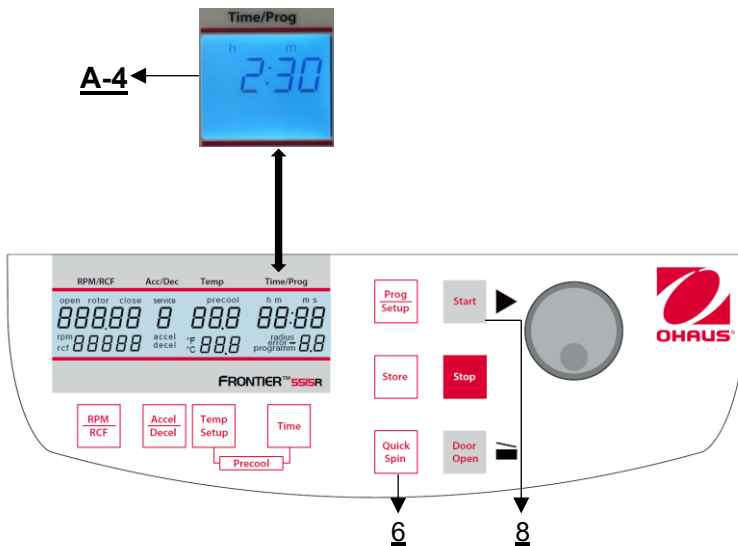

Figura 26
Puede poner en marcha la centrifuga con la tecla **"Start"** (8) o con la tecla **"Quick Spin"** (6) (véase la figura 26). Con la tecla **"Start"** (8) puede iniciar ciclos almacenados o ciclos con parámetros preseleccionados manualmente. Una vez transcurrido el tiempo de funcionamiento preseleccionado, la centrifuga se detiene automáticamente. Con la tecla **"Quick Spin"** (6) puede iniciar ciclos que duran sólo unos segundos.